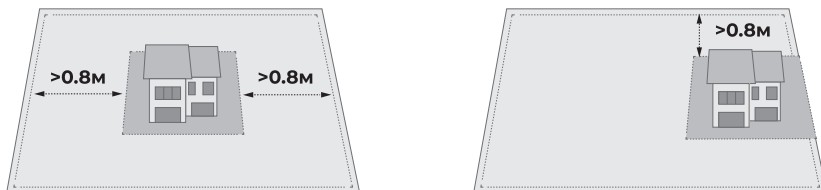

Рис. 5
- 4) Граница газона должна находиться на расстоянии более 0,8 м от дома. (рис. 5)